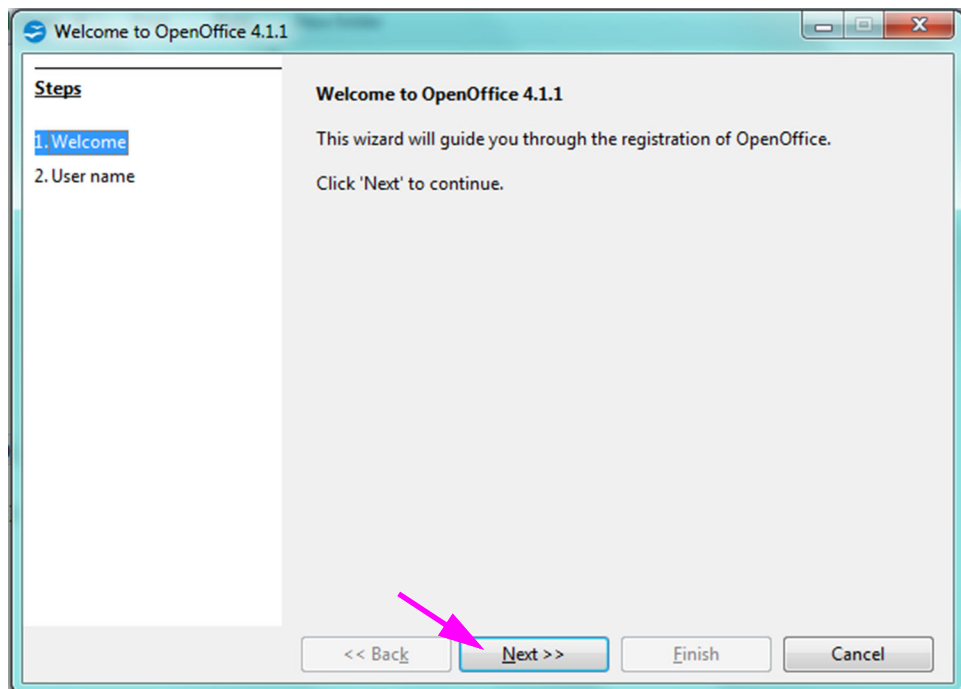

Figura D-2. Ecranul de înregistrare AOO
2. La pornirea inițială a AOO apare un ecran de înregistrare. Consultați Figura D-2.